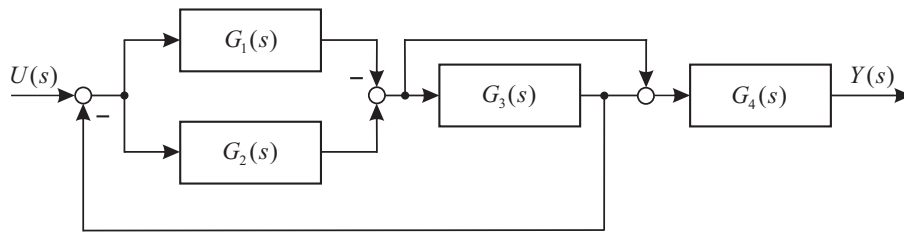

Abbildung 2: Beispiel eines Signalflussbildes
- Vereinfachen Sie folgendes Signalflussbild (Abb. 2)!